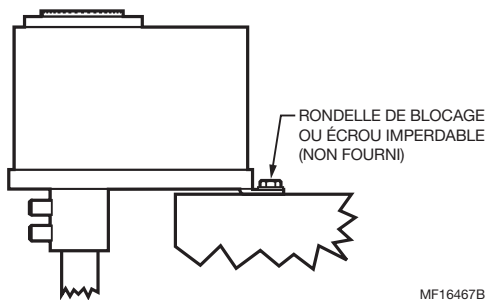

Fig. 3. Montage de l'actionneur ML7999C.
1. Placez l'actionneur sur l'axe; voir la Fig. 3.